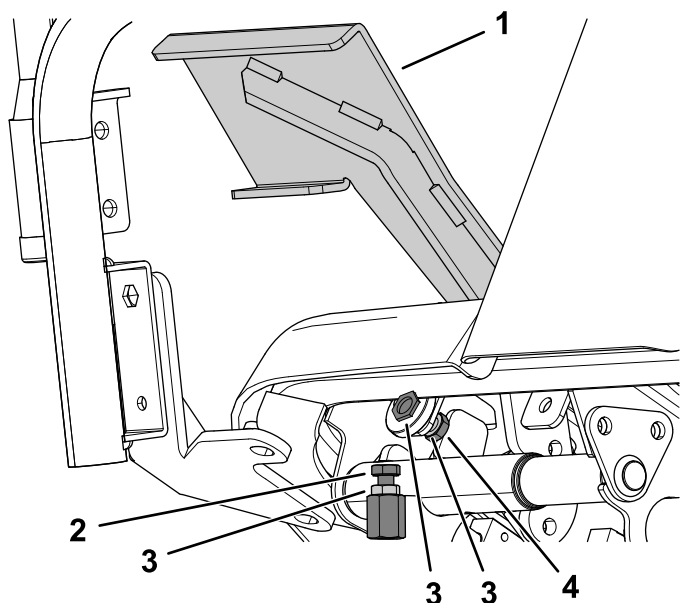

Рисунок 96
1. Переведите педаль управления тягой до упора вперед (Рисунок 96).
- A. Удерживая ключом упор переднего хода педали управления тягой, ослабьте контргайку на задней стороне кронштейна (Рисунок 96).
- B. Переведите педаль управления тягой в нужное положение (Рисунок 96).
- C. Отрегулируйте контргайку на задней стороне кронштейна так, чтобы упор касался педали управления тягой (Рисунок 96).